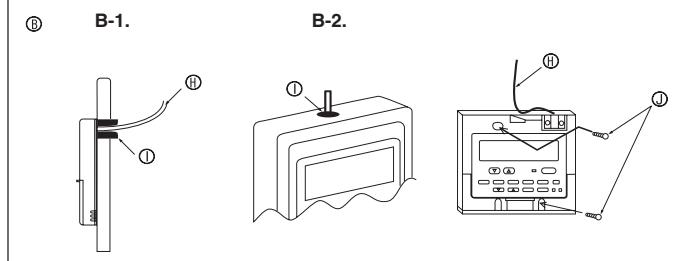

Fig. 6-3
- (2) Den Wartungszugang des Fernbedienungskabel mit Kitt oder Dichtungsmittel abdichten, um das mögliche Eindringen von Tau, Wasser, Kakerlaken oder Würmern und Raupen zu verhindern. (Fig. 6-3)
[Fig. 6-3]